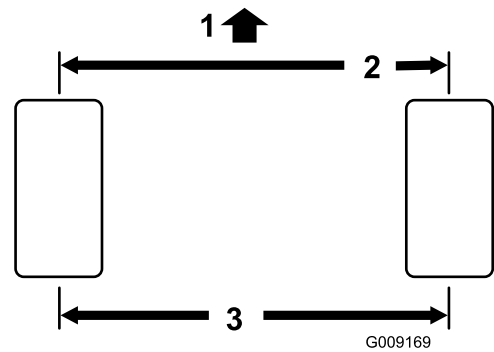

Figura 113
**Nota:** La distancia delantera debe ser de 3 mm menos que la trasera (Figura 113).